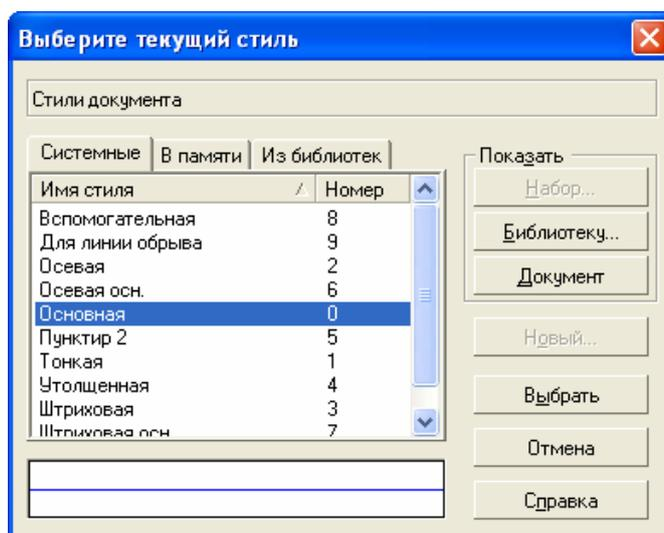

Рис.3. Выпадающее меню **Стиль**
3. Чтобы применить изменение линии к выделенному объекту, щелкните по кнопке (Создать объект), расположенной на левом верхнем углу **Командного меню**. Тогда созданная окружность будет выглядеть как на рис. 3.